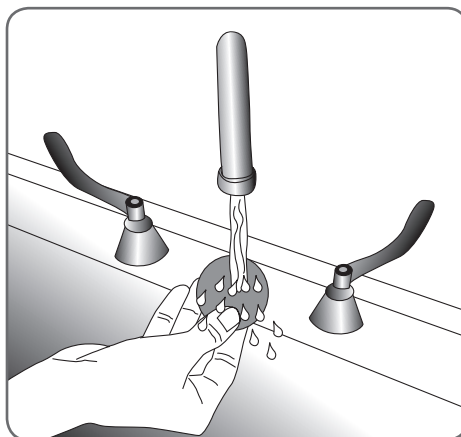

Figura 25: Cómo mojar los electrodos de tela.
4. Moje los electrodos nuevos de tela con agua corriente hasta que estén empapados. Vea la Figura 25.